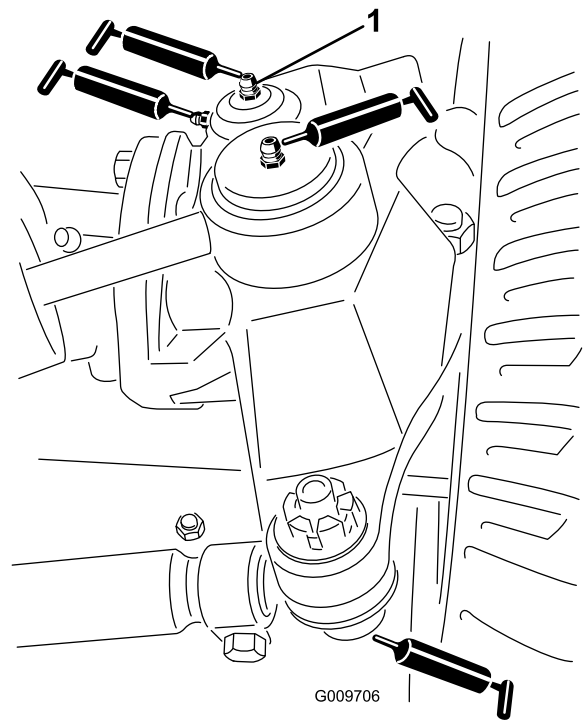

Bild 83
- Lenkzylinder-Kugelgelenke (2), wie in Bild 83 abgebildet
- Spurstangen-Kugelgelenke (2), wie in Bild 83 abgebildet
- Achsschenkelbüchsen (2), wie in Bild 83 abgebildet